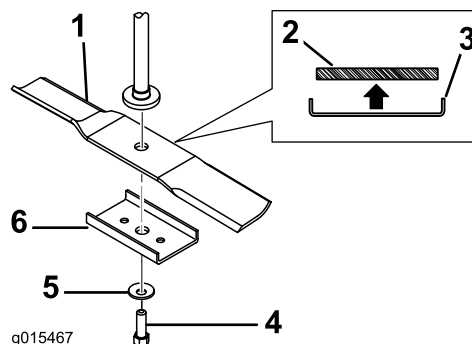
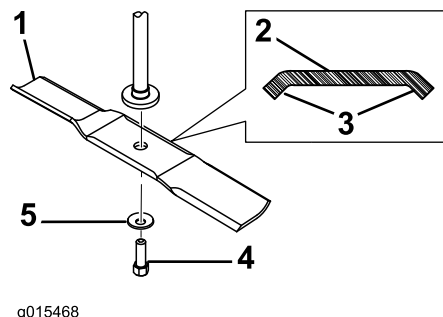

Figura 2
Figura 3
1. Seleccione el tipo de cuchilla, de las ilustradas en **Figura 2** y **Figura 3**, que más se parezca a las cuchillas de su cortacésped. Sujete el extremo de la cuchilla usando un trapo o un guante grueso, y retire la cuchilla según se indica.